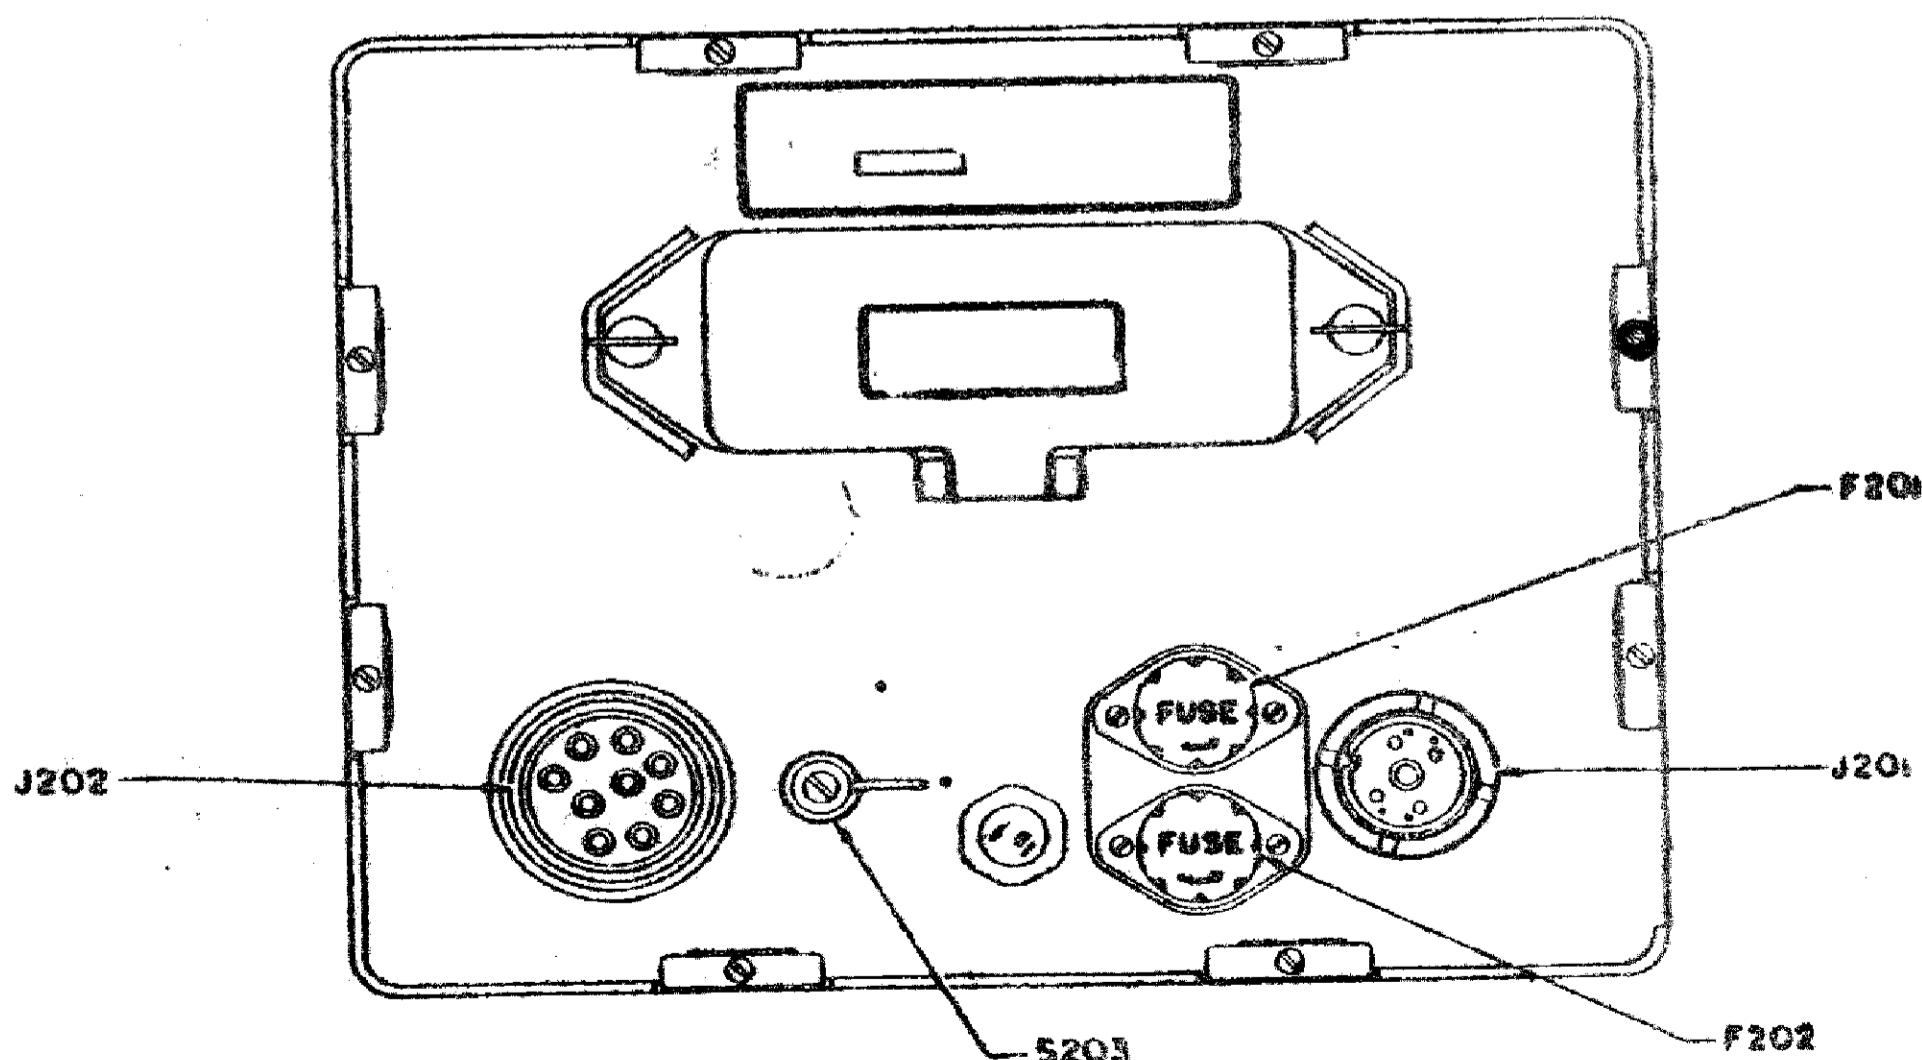

FIG. 5 - Alimentatore a motore dinamo DY-88/GRC-9 - Vista del pannello frontale.
7 - Alimentatore a motore dinamo DY-88/GRC-9 (fig. 5)
b. **COMMUTATORE DI CAMBIO TENSIONE.** — Quando l'alimentatore viene estratto dalla custodia, i commutatori S201 ed S202 possono essere regolati a mezzo del comando H206 per il funzionamento dell'alimentatore a 6, 12 o 24 volt a seconda degli accumulatori del veicolo (fig. 5) Quando l'alimentatore viene rimesso nella sua custodia, la posizione del commutatore di cambio tensione può essere controllata attraverso la finestrella trasparente che si trova sul pannello frontale.